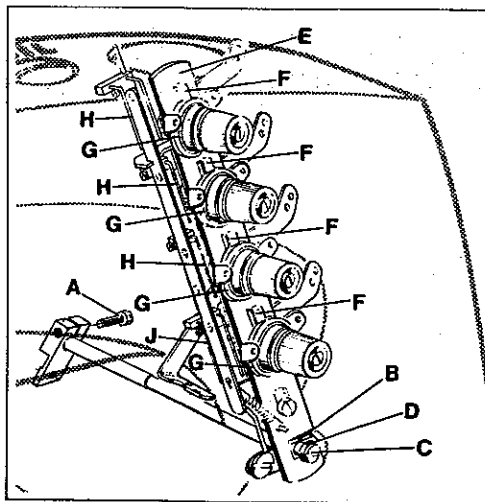

Fig. 49
- 5.1 Loosen screw (A, Fig. 49) in the tension release lever on the back of the machine and set lever (B) of tension release lever shaft horizontal. Retighten screw (A).
- 5.2 Loosen screw (C, Fig. 49) and set the tension disc separator (E) by turning eccentric (D) so that the separators (F) are as close as possible to the tension discs (G) without touching them. Retighten screw (C). The tension discs must open as soon as the cutting process starts. The tension disc separator should move freely between the tension discs without binding.
- 5.1 Lösen Sie die Schraube (A, Fig. 49) im Spannungsauslösehebel auf der Rückseite der Maschine und stellen Hebel (B) der Auslösestange für Fadenspannung horizontal. Ziehen Sie die Schraube (A) wieder an.
- 5.2 Lösen Sie die Schraube (C, Fig. 49) und den Spannungsscheibentrenner (E) durch Drehen (D) so, daß die Öffner (F) so dicht wie möglich an den Fadenspannungsscheiben (G) stehen, ohne diese zu berühren. Ziehen Sie die Schraube (C) wieder an. Die Spannungsscheiben müssen bei Beginn des Schneidens sofort aufgehen. Der Spannungsscheibentrenner sollte sich frei zwischen den Fadenspannungsscheiben (G) bewegen.
5.3 The thread pull-off hooks (H, Fig. 49) for the needle threads control the length of the needle thread tails on garment after trimming. The higher the hooks are set, the shorter the needle thread tails will be.
Set the thread pull-off hook (J, Fig. 49) for the looper thread so that the thread is clamped securely when trimmed.
5.3 Die Fadenabzugshaken (H, Fig. 49) für die Nadelfäden regeln die Länge der Nadelfadenenden am Nähgut nach dem Abschneiden. Je höher die Haken gestellt werden umso kürzer werden die Nadelfadenenden.
Stellen Sie den Fadenabzugshaken (J, Fig. 49) für den Greiferfaden so, daß der Faden beim Abschneiden sicher festgeklammert wird.